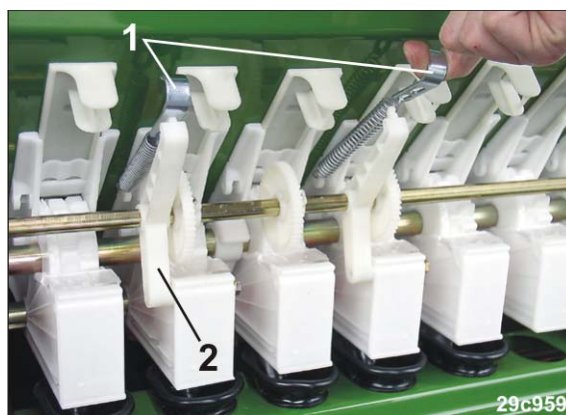

Fig. 222
2. Die Zugfedern (Fig. 222/1) der Vorgelegewellenlager (Fig. 222/2) entfernen.